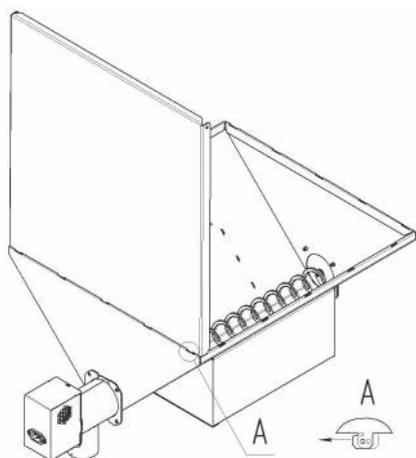

Рисунок 5
7. Установите боковую стенку бункера. Для этого вставьте стенку в ответные пазы в основании бункера, сместив до симметричного расположения. Зафиксируйте ее положение плавно отклонив до упора (Рис. 5).